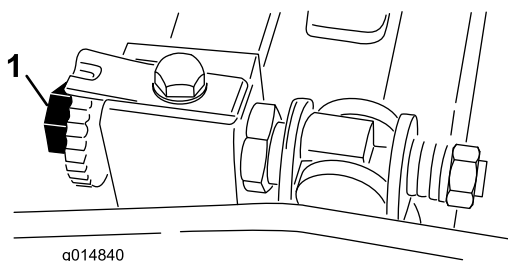

Bild 45
3. Drehen Sie die Spindel so, dass ein Messer die Untermesserkernte zwischen den Köpfen der ersten und zweiten Untermesserschraube an der rechten Seite der Schneideinheit überquert (Bild 45).
6. Drehen Sie die Einstellschraube des rechten Untermesserträgers, bis Sie einen leichten Druck (d. h. Widerstand) an der Beilagscheibe spüren, indem Sie sie von einer zur anderen Seite verschieben. Bild 45